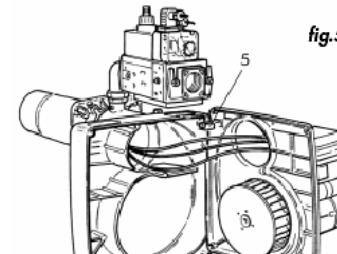

fig.5
- Установите пластины держателя узлов в рабочее положение 5 (рис. 5 – 5A).